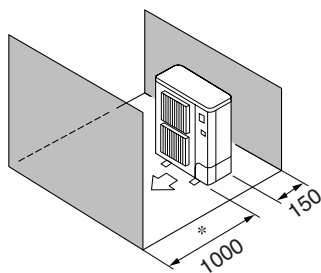

Fig. 2-6
- ⑤ Alleen obstakels aan de voor- en achterzijde (Fig. 2-6)